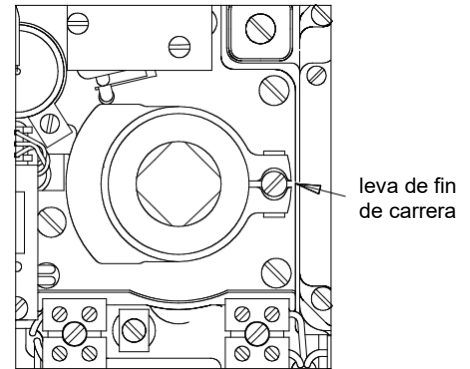

FIGURA 6B. ACOPLAMIENTO METÁLICO DEL DISPARADOR DEL INTERRUPTOR DIGITAL EL. CARCASA ABIERTA, VISTA SUPERIOR.
4.2.2 Las levas del acoplamiento metálico se ajustan aflojando el tornillo que se muestra en la figura 6b, moviéndolas a la posición deseada y volviendo a apretarlas. Ajuste primero la leva de la palanca. Asegúrese de que la sección de sujeción de la leva no golpee ningún interruptor en ningún punto del recorrido del actuador.